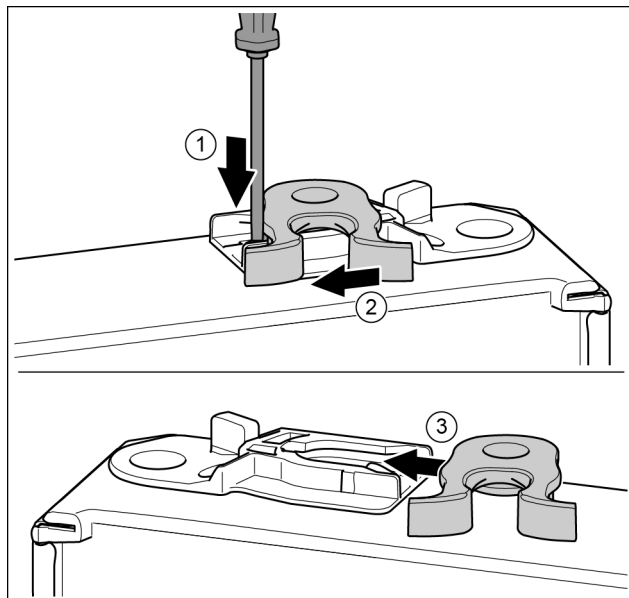

Fig. 18 \*
- ▶ Lasche mit Schlitzschraubendreher nach unten drücken. Fig. 18 (1) \*
- ▶ Schließhaken aus Führung ziehen. Fig. 18 (2) \*
- ▶ Schließhaken auf anderer Seite in Führung schieben. Fig. 18 (3) \*